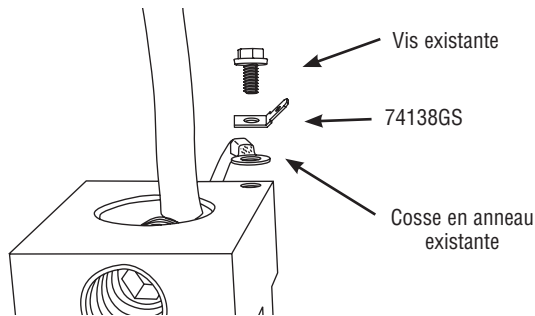

Figure 16 - Ajout des adaptateurs de déconnexion mâles au terminal de contact.
2. Installez les adaptateurs de déconnexion mâles (74138GS) aux bornes N1, N2, E1 et E2 du contacteur du commutateur de transfert. Voir Figure 16. Serrez les vis à la valeur inscrite dans le commutateur de transfert.